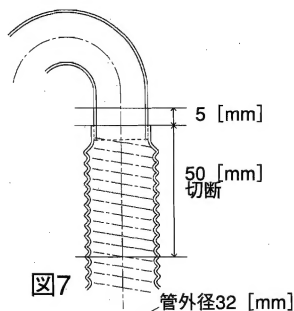

図7
- 1) ジャバラタイプの切断では、トラップ形成部分は避け、ジャバラ 部と直管部の境目から5 [mm] 程度上方を切断してください。(図7)
- 2) ジャバラ管側は切断部よりを50 [mm] を切断してください。(図7)